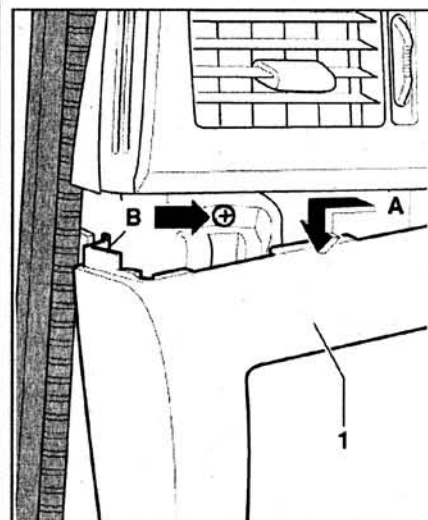

Рис. 8.19. Осторожно снимите декоративную панель **1** и опустите ее в направлении стрелки **А**. Открутите болт **В**.
8. Осторожно снимите декоративную панель **1** и опустите ее в направлении стрелки **А** (рис. 8.19). Открутите болт **В**.